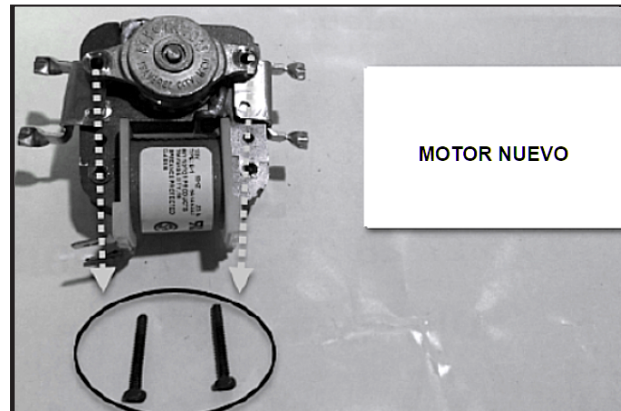

Figura 4
6. Tome el motor nuevo y quite los tornillos del portacojinete. Vea la *Figura 4*.